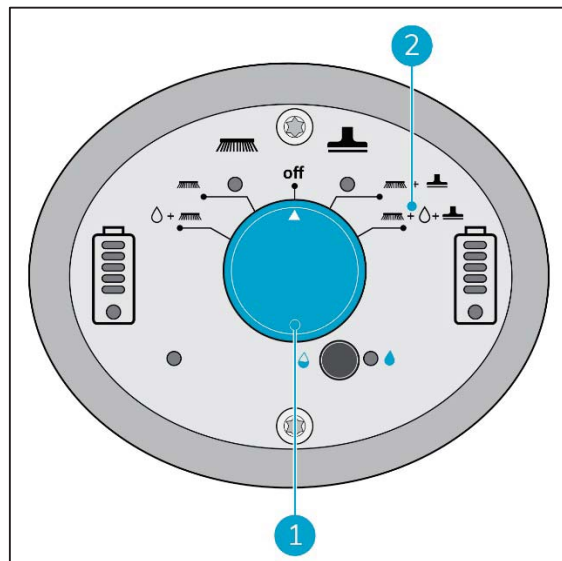

Figure 22
2. Utilisez l'interrupteur principal de l'i-mop® XL Plus (Figure 22, numéro 1) et sélectionnez le MODE 4 Brosse + Eau / Solution de nettoyage + Aspirateur sec (Figure 22, numéro 2).